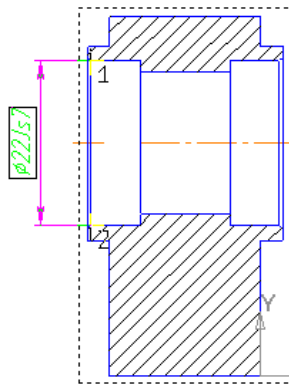

Рисунок 9.11 – Фантомне зображення розміру
1. Виберіть команду Інструментальної панелі **Розміри**  – **Лінійний розмір** . Вкажіть першу і другу точки початку виносних ліній. З'явиться фантомне зображення розміру (рис. 9.11).